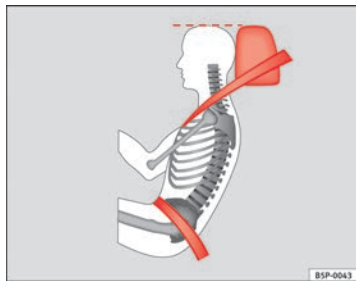

Abb. 13 Richtiger Gurtbandverlauf und richtige Kopfstützeinstellung von der Seite betrachtet
- Das Beckengurtteil des Sicherheitsgurtes muss vor dem Becken verlaufen und niemals über dem Bauch. Dabei muss der Gurt flach und fest am Becken anliegen → Abb. 13. Ziehen Sie das Gurtband gegebenenfalls etwas nach.